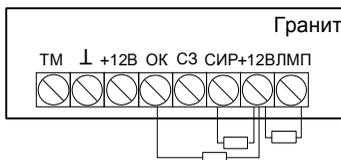

Рисунок 2.2 – Схема подключения резисторов
Для контроля линий оповещения используются резисторы номиналом 7.5 кОм, которые подключаются к клеммам «ЛМП», «СИР», «ОК» (см. рисунок 2.2).
**Внимание!** Даже если вы не используете выходы ЛМП, +12, СИР и ОК для корректной работы прибора необходимо установить все резисторы, указанные на схеме рисунок 2.2.